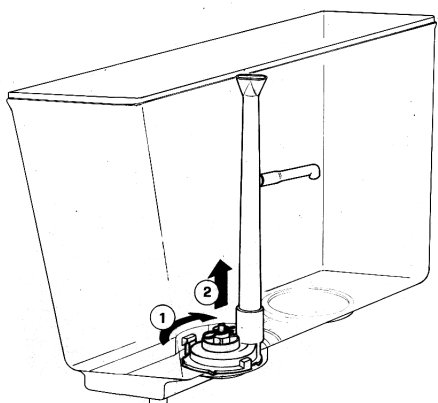

Bild 3
- 2 - **BS-Linien:** den Pumpensatz durch Drehen (1) im Uhrzeigersinn und Hochheben (2) aus dem Gefäß entfernen. Das Ausgussrohr und das L-Rohr abmontieren. Um das Pumpenrad und die Spindel aus dem Pumpenaggregat zu lösen, den speziellen Haltestift entfernen (Bild 3).